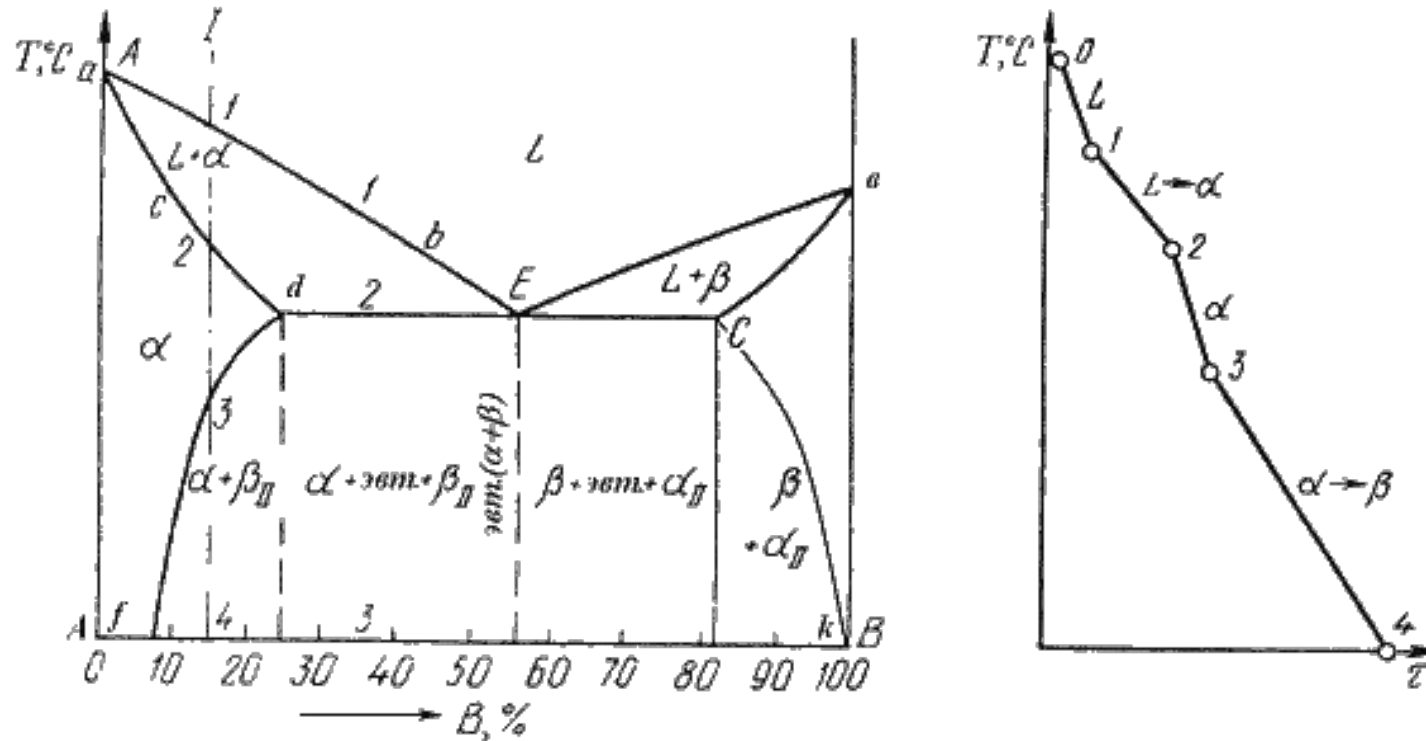

Рис. 4.10 Диаграмма состояния сплавов, испытывающих фазовые превращения в твердом состоянии (а) и кривая охлаждения сплава (б)
- Оба рассматриваемых случая представлены на рис. 4.10, 4.11 (линии EN и DF). В итоге имеем диаграмму состояния с двусторонней ограниченной растворимостью компонентов в твердом состоянии.